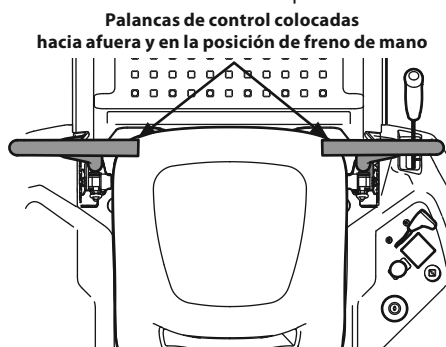

Figura 23
1. El operador debe estar sentado en el asiento del tractor con las palancas de control de la transmisión completamente hacia afuera en la posición de estacionamiento. Consulte la Figura 23. Consulte la sección Funcionamiento de Práctica para obtener más instrucciones.